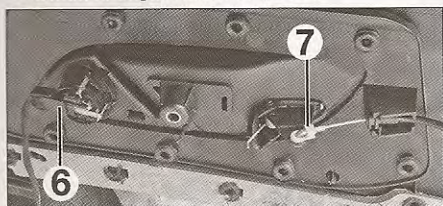

FIG. 46
- Mantener la guarnición separada y desconectar el altavoz (6) y el cable de mando (7) de apertura de la puerta (fig. 46).